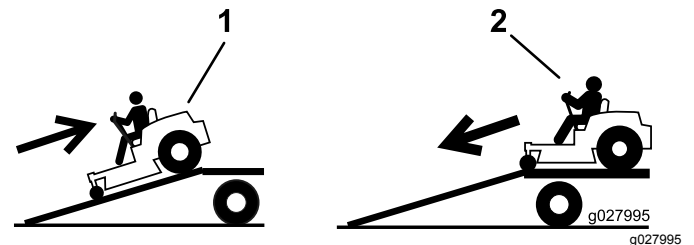

Figura 41
2. Scendete dalla rampa in marcia avanti (Figura 41).